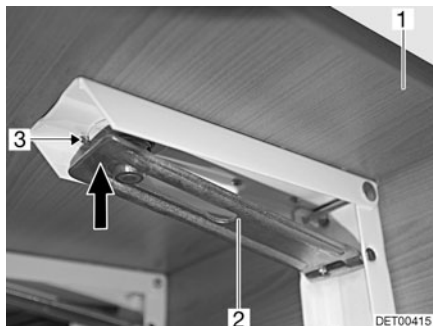

Fig. 69 Support rallonge de la banquette
Déplier : ■ Rabattre la rallonge de la banquette (Fig. 69,1) vers le haut. Le support (Fig. 69,2) s'enclenche automatiquement dans cette position.
- Presser le support (Fig. 69,2) vers le haut dans le sens de la flèche en forçant la résistance du ressort en spirale (Fig. 69,3). La rallonge de la banquette est alors déverrouillée.